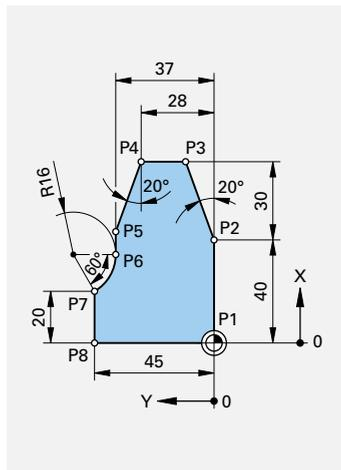

Bild 6: Profilplatte
7. **Profilplatte (Bild 6):** Die Außenkontur der Profilplatte wird in einem Schnitt auf einer NC-Maschine gefräst. Für die Konturpunkte P1 bis P8 sind die *x*- und die *y*-Koordinaten zu berechnen.